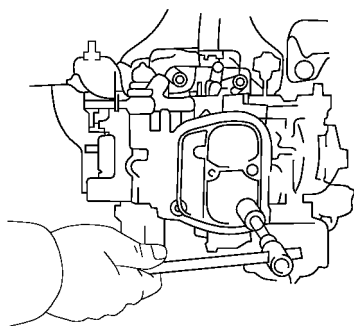

图 2-44 安装化油器
(1) 安装化油器。将新绝缘垫放到进气歧管上, 将化油器放到绝缘垫上, 旋上 4 个安装螺母, 如图 2-44 所示。